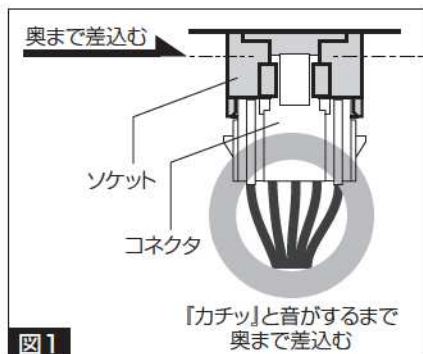
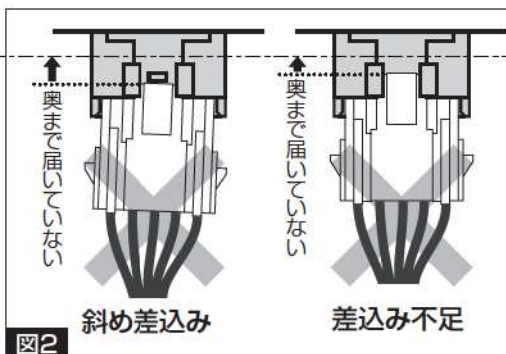

図1
図2
- コネクターを図1のように、しっかりと奥まで差込む。図2のように、奥まで差込まれていないと、作動しない場合があります。